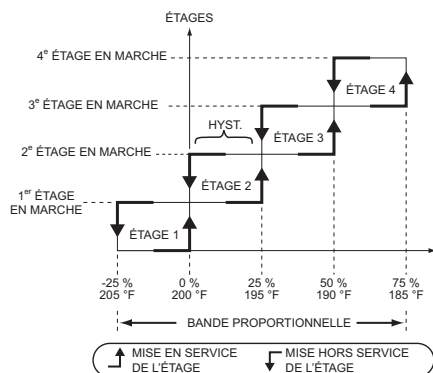

Fig. 18. Comportement des étages (avec un point de consigne effectif de 200 °F).
Le fonctionnement par étages est illustré à la Fig. 18 pour un point de consigne de 200 °F et une bande proportionnelle de 20 °F et une intégrale de zéro (0). Lorsque l'intégrale n'est pas zéro, alors les températures réelles auxquelles les étages sont mis en service et hors service seront différentes de celles qui sont indiquées dans l'exemple; voir la section «1.3.4.2. Intégrale» à la page 22.